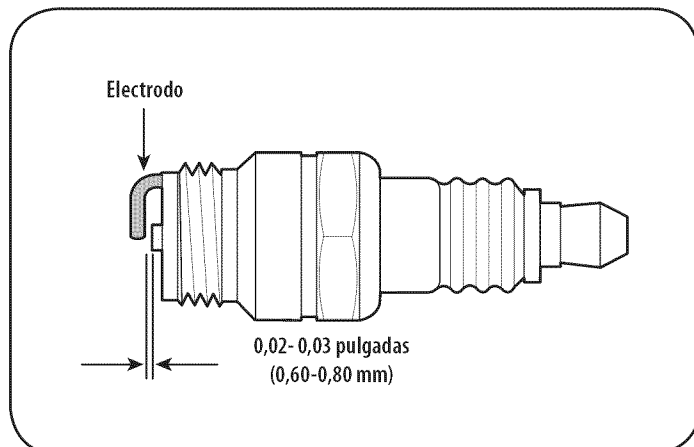

Figura 20
- Retire la funda de la bujía y utilice una llave para bujías para extraerla. Vea la Figura 20.